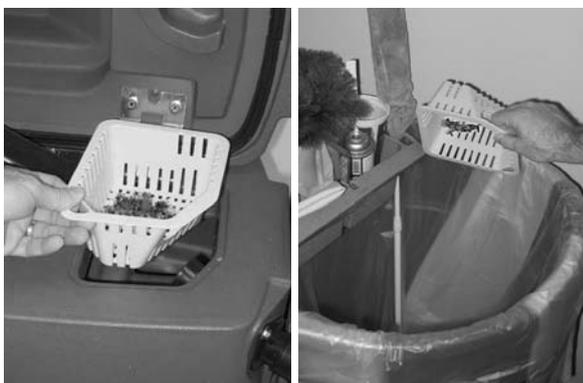

ABB. 42
2. Entfernen Sie die Schmutzwanne und entleeren Sie sie (Abbildung 42)